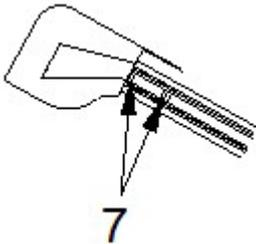

Abb. 13: Befestigung der Führungsschienen am Kasten
- » Verschrauben Sie diese an die dafür vorgesehenen Stellen an der Innenseite (7 – Abb. 13).